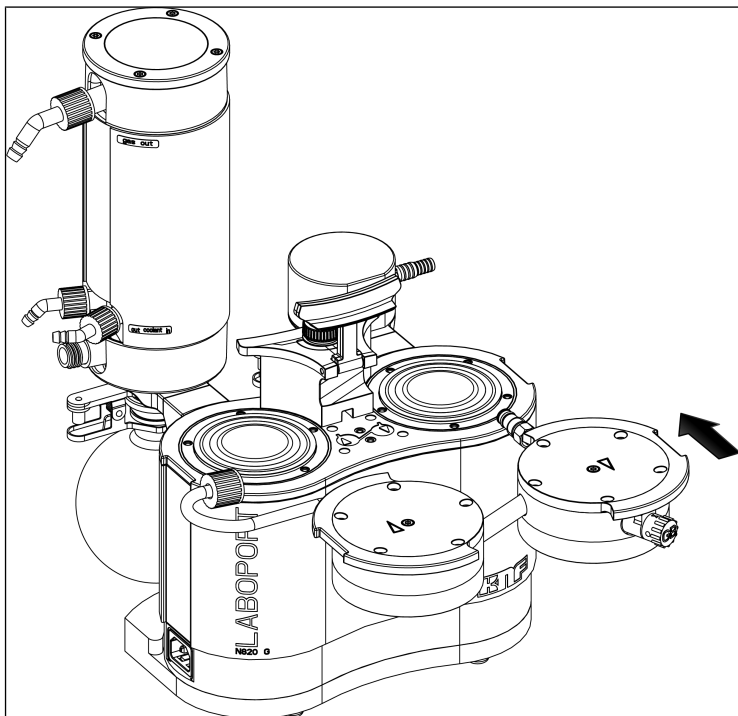

Fig.15: Montaje del cabezal de la bomba
1. Colocar las membranas (7) en posición central.
2. Presionar todo el borde alrededor de ambas membranas (7).
3. Colocar la tapa del cabezal (3) según el pasador (5) en la placa intermedia (6).
4. Colocar la placa de presión (2) sobre la tapa del cabezal (3) según la marca del lápiz.
- Insertar los cabezales de la bomba (compuestos por tapa del cabezal (3), placa intermedia (6) con placas de válvula/juntas (4) y placa de presión (2)) junto con el tubo de conexión en la carcasa de la bomba siguiendo la marca hecha con el lápiz (ver Fig. 15).